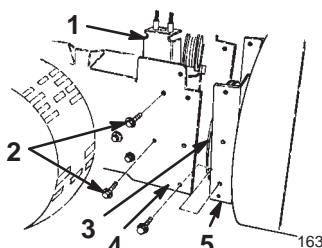

Figure 2
1. Enlevez les deux boulons à embase qui fixent l'ensemble poulie folle au bâti du moteur et déposez l'ensemble poulie folle (Fig. 2).
2. Placez les trous du carter de tarière/roue hélice en face des trous du bâti du moteur (Fig. 2).
3. Acheminez la courroie de tarière/roue hélice autour de la poulie de roue hélice (Fig. 2).
5. Montez l'ensemble poulie folle dans l'alignement des poulies folles avec les courroies (Fig. 2 et 31).